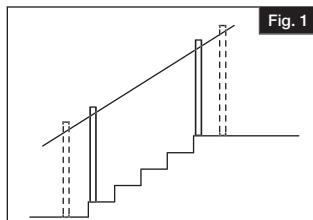

Fig. 1
- Es posible que necesite postes más largos (se venden por separado) para la parte superior o inferior de la escalera, dependiendo de la inclinación de la escalera o la ubicación de los postes donde se instalará el barandal con respecto a la saliente de los peldaños de las escaleras. El poste inferior de la escalera también se puede alejar del peldaño inferior (Fig. 1).